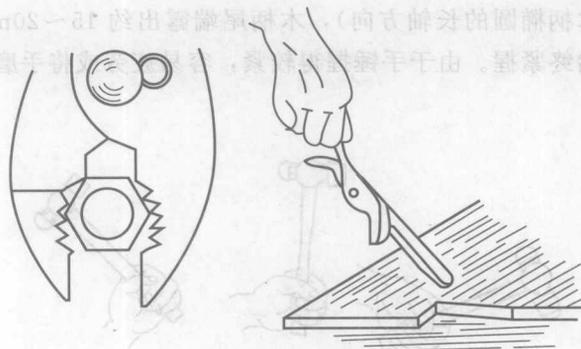

图 1-6 钳子错误使用
- ① 使用前、后应保持清洁，以便于使用和保管。
- ② 使用时必须先将工作物夹牢，然后再用力剪断或扭弯。使用鲤鱼钳夹持较大工作物时，可放大钳口。
- ① 要根据工件大小，选用相应规格钳子。
- ② 不得用钳子代替扳手紧、松螺丝。
- ③ 禁止用钳子代替扳手、撬棒使用，也不可用钳子代替锤子，见图 1-6。
- ④ 不可用钳子夹持过热的工件或夹持工件在火中加热，以防钳口退火。